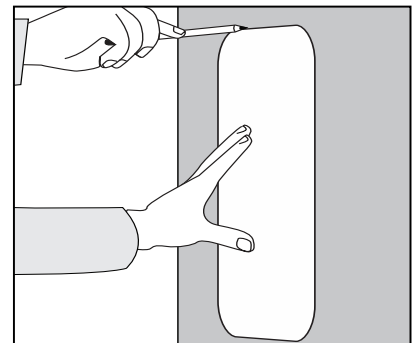

Figure 1
3. Placez le gabarit de montage inclus sur le mur ou le plafond à l'emplacement de votre choix. Utilisez le crayon pour tracer le contour du modèle (Figure 1).